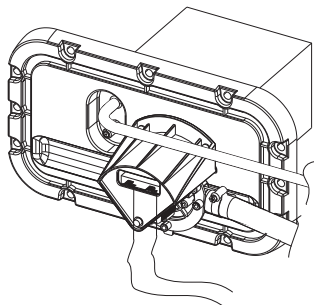

Fig. 1.c
1. togliere il cielo della macchina parte idraulica svitando le viti (Fig. 1.a);
2. sfilare il tubo del vapore dal bocchettone superiore del boiler (Fig. 1.b);